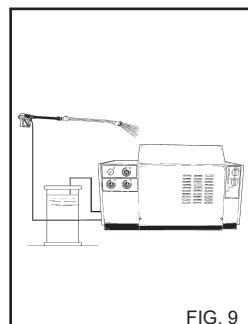

FIG. 9
3) Spola ur intagsledningen efter användning av rengöringsmedel genom att lägga inloppsslangen i en (fig. 9) i en tank med rent vatten och köra pumpen under en minut med doseringsventilen helt öppen och munstycket sprutklart. Upprepa det tidigare momentet genom att vrida väljaren för val av rengöringsmedel först till läge "1" och sedan till läge "2".
5) Spola ur intag-sledningen efter användning av rengöringsmedlet genom att lägga inloppsslansen i en (fig. 9) i en tank med rent vatten och köra pumpen under en minut med doseringsventilen helt öppen och munstycket sprutklart.Upprepa det tidigare momentet genom att vrida väljaren för val av rengöringsmedel först till läge "1" och sedan till läge "2".